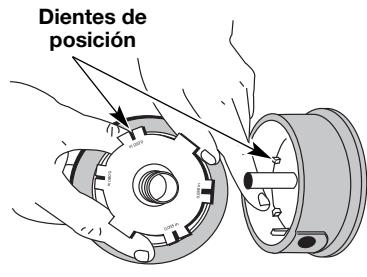

Fig. 32
- Verifique el desgaste de los dientes de posición del carrete interior y bobina exterior (Fig. 32). Si es necesario, saque la rebaba o cambie el carrete y la bobina.